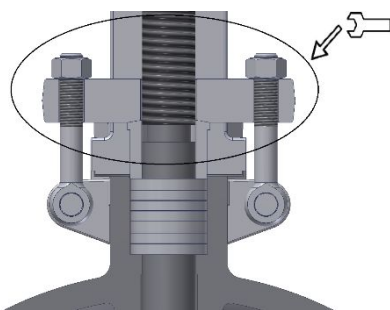

Fig. 2 Spindelpackning Åtdragning av glander
- Ventilspindelpackningen bör vara föremål för särskild uppmärksamhet, eftersom den är viktig för det kvalitativa underhållet av täthet och ska kontrolleras var tredje månad. Om det upptäcks läckage vid spindelpackningen bör muttrarna dras åt långsamt (fig. 2). När glandmuttrarna dras åt, om glanden faller ner mer än dubbelt så mycket som packningsringens höjd, bör nya packningar läggas till i spindelpackningen.